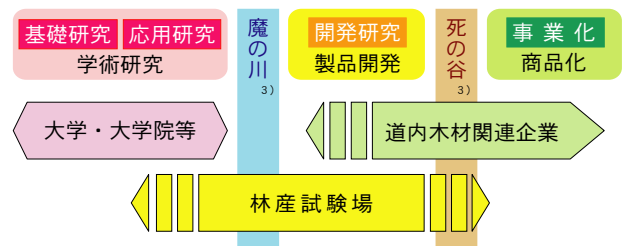

図1 木材利用技術の研究開発・事業化のイメージ
①研究の目的	真理の探究	イノベーション
②研究の動機	知的好奇心	社会ニーズ
③研究の手法	分析的・発散的	合成的・収束的
④研究期間	中長期的・無期限	短期的・期限付
⑤研究の評価基準	学術論文	事業化・収益
⑥研究成果の取扱	早急に公開	原則非公開
ニーズにあり、③合成的・収束的な手法が中心で、④短期的で期限付きの研究が多く、⑤評価は事業化の成功や収益向上によってなされ、⑥成果は原則非公開（企業秘密）となるのが一般的です。こうした学術研究と開発研究との大きなギャップは「魔の川（デビル・リバー）」³⁾と呼ばれていますが、産学官連携による技術開発・製品開発を推進するためには、この「魔の川」を越えるための機能がどうしても必要になります（図1）。その機能を有する機関の一つに林産試験場があります。